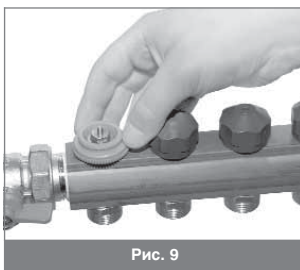

Рис. 9
3. Прикрутить к вентилю адаптер сервомотора M28×1,5 - цвет красный (рис. 9).